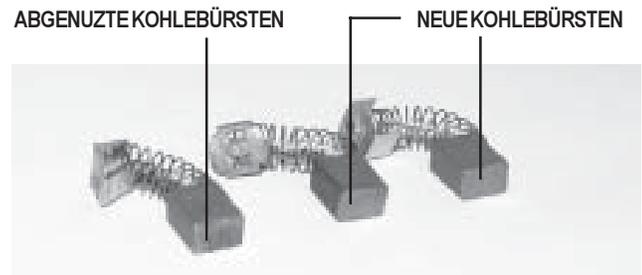

Abbildung 29. Kohlebürsten
4. Prüfen Sie auf Abnutzung. Siehe Abbildung 29.